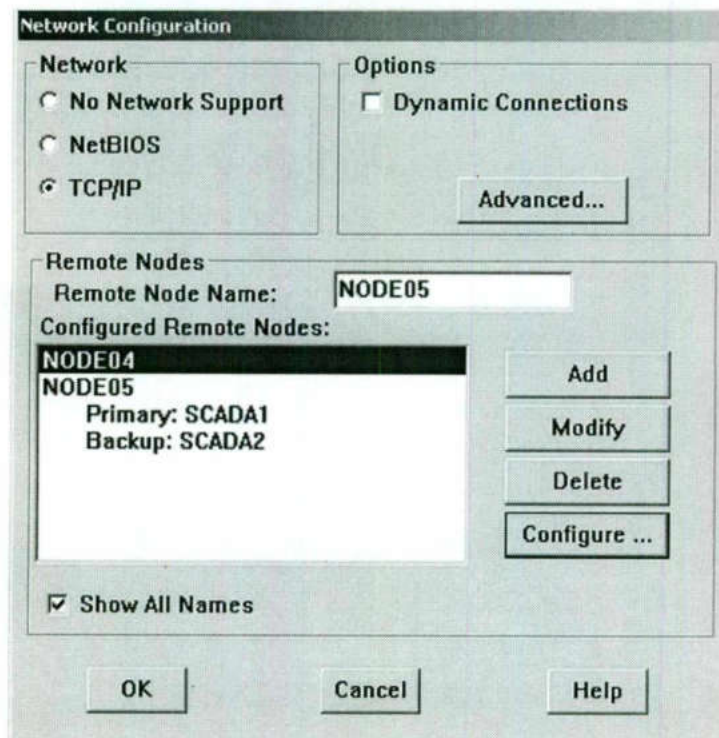

Figura 4-7: Cuadro de Texto Network Configuration
- de otra manera, esta es generalmente más eficiente para listar el nodo en Configured Remote Nodes (vea la figura 4-7)